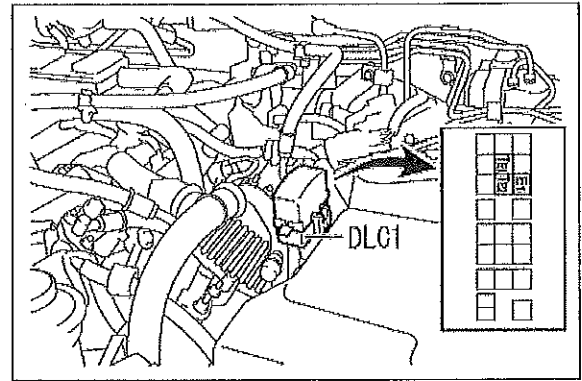

図7
(図7参照)
e. DLC1 の TE1、TE2 および E1 端子を短絡してあることを確認する。(図7参照)
- h. DLC1 の TE1、TE2 および E1 端子を開放する。(図7参照)